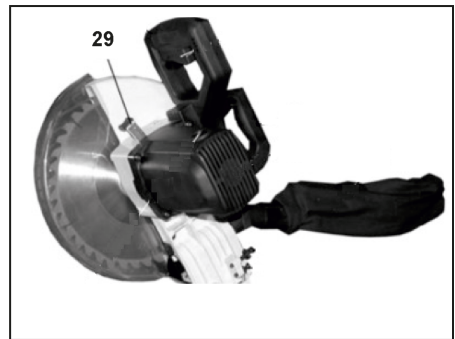
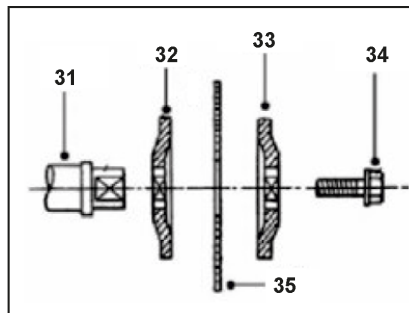

Рис. 3
Рис. 4
Нажмите и удерживайте кнопку фиксации шпинделя 29 (Рис. 3), проворачивая пильный диск (15) и зафиксируйте его.
Выкрутите болт (34) (Рис.4), по часовой стрелке. Снимите наружный фланец (28) и пильный диск (15).
Установите пильный диск (15) в соответствии с последовательностью, указанной на рисунке 4 так, чтобы направление вращения диска, указанное на диске стрелкой, совпадало с направлением вращения шпинделя пилы. На шпиндель (31) (Рис. 4) установите внутренний фланец (32) и пильный диск (15) с соответствующим посадочным диаметром. Установите наружный фланец (28).
Закрутите болт (34) (Рис. 4) вращением против часовой стрелки, удерживая кнопку (29) (Рис. 3) фиксации пильного диска (15) в нажатом положении. Установите и закрепите защитный кожух (14).